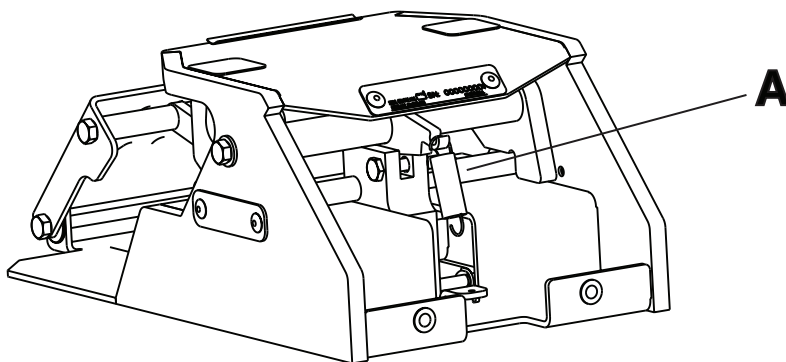

Abbildung 17 – Schmierung der Befestigung
2. **Tri-Flow™** mit **Teflon®**-Schmiermittel (6082-199-012) auf den nachstehend gekennzeichneten Bereich (A) sprühen (Abbildung 17).